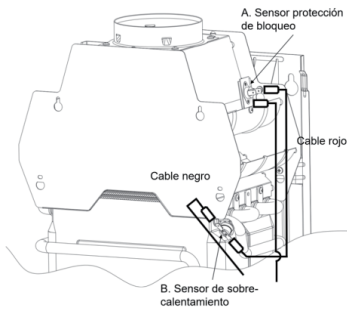

Fig. 14
2. Conecte nuevamente intercambiando la conexión a las sondas según la fig. 14. Un terminal de cable rojo a la sonda de sobrecalentamiento y un terminal de cable negro a la sonda de bloqueo.